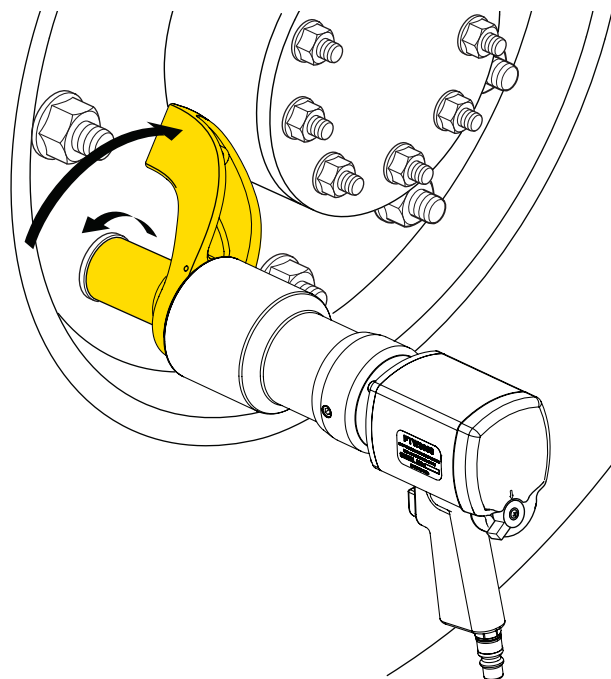

Fig. 9
10. Fig. 9 viser reaksjonsarmens posisjon når firkantdrevet roterer moturs.
12. Slik løsnes en festeanordning (dreiemoment påføres i moturs retning): Sørg for at justeringsspaken er satt til posisjonen «R», og at reaksjonsarmen er plassert som vist i fig. 9. Trykk deretter avtrekkeren helt inn, og hold den inne til festeanordningen løsner.